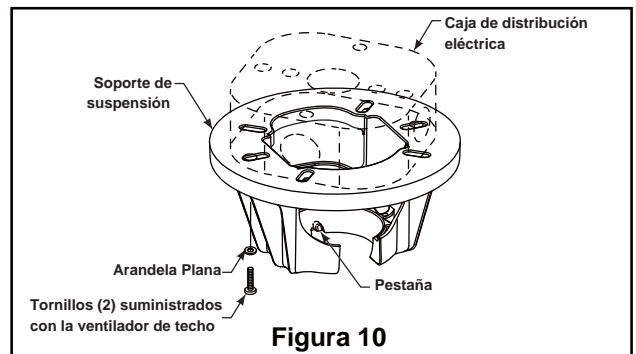

Figura 10
1. Fije bien la abrazadera para colgar a la caja de salida con los tornillos y las arandelas provistas con la ventilador de techo. (Figura 10)